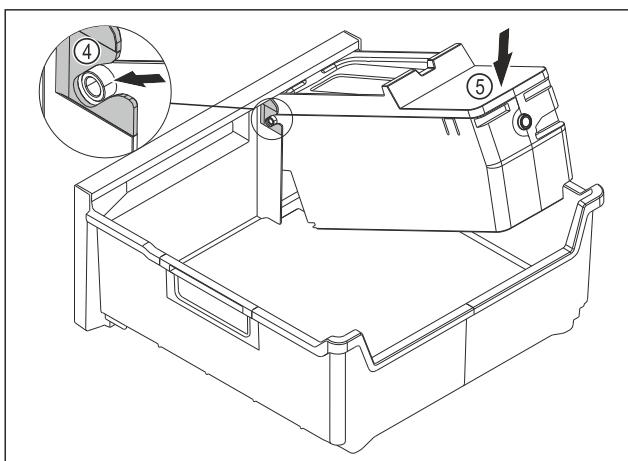

Fig. 148
- EasyTwist-Ice-Körper montieren: Achsen des EasyTwist-Ice-Körpers in die Führungen Fig. 148 (4) einschieben.
- EasyTwist-Ice-Körper Fig. 148 (5) hinten nach unten drücken.